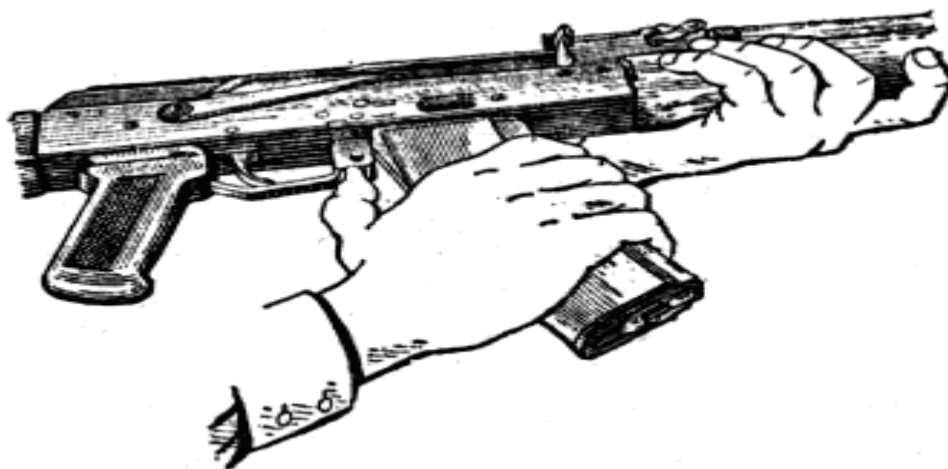

Рис. 22. Отделение магазина
1) **Отделить магазин** (рис. 22). Удерживая автомат (пулемет) левой рукой за шейку приклада или цевье, правой рукой обхватить магазин; нажимая большим пальцем на защелку, подать нижнюю часть магазина вперед и отделить его. После этого проверить, нет ли патрона в патроннике, для чего опустить переводчик вниз, поставив его в положение «АВ» или «ОД»; отвести рукоятку затворной рамы назад, осмотреть патронник, отпустить рукоятку затворной рамы и спустить курок с боевого взвода. При разборке автомата